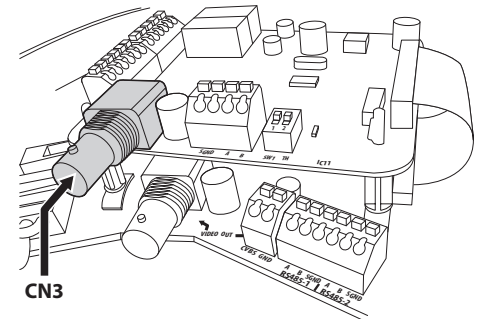

Fig. 14
- **Vidéo secondaire:** La seconde sortie vidéo (connecteur CN3, Fig. 14, page 15) permet de sélectionner le signal vidéo de la caméra thermique ou du module intégré ("10.11 Commutation de la sortie vidéo secondaire", page 45). Le signal vidéo affiché par défaut est celui provenant de la caméra thermique.
- **Vidéo secondaire:** Le signal vidéo secondaire (connecteur CN3, Fig. 14, page 15) n'est pas utilisé.